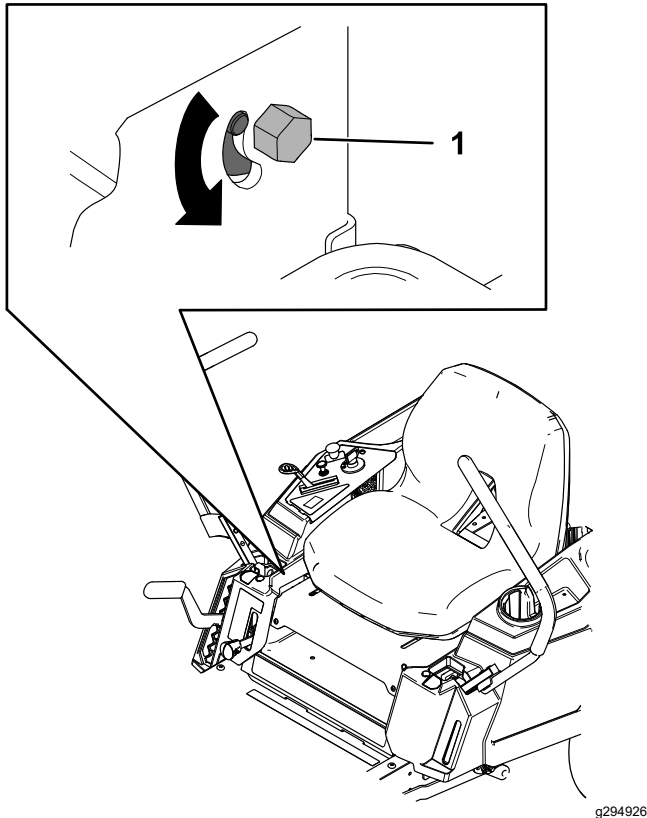

Bild 53
- Suchen Sie die Einstellschraube für den Spurlauf in der Nähe des Fahrtriebshebels auf der Seite, die eingestellt werden muss (Bild 53).